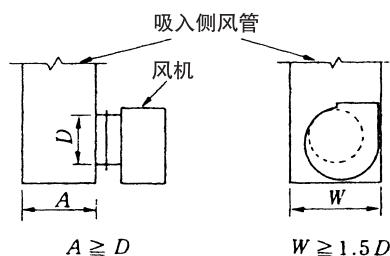

图 1.8 风机吸入侧风管的连接
(4) 风机轴方向直角连接的吸入风管的宽度，要如图 1.8 所示相对于叶轮成直角的吸入风管的宽度 A 尽可能要厚，以减少压力损失。为防止对吸入口产生缩流，连接处要平缓。